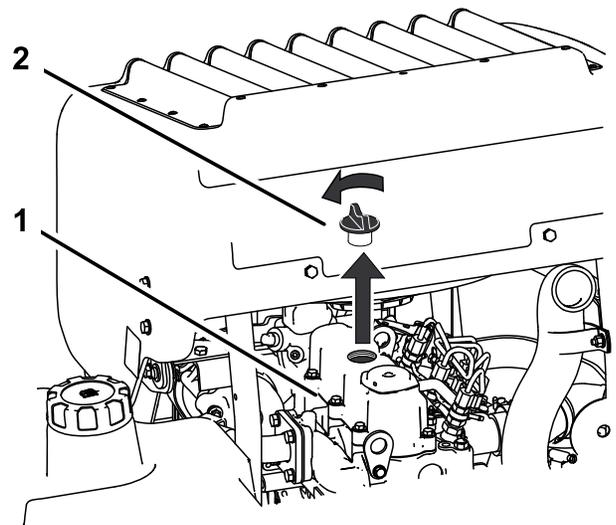

Figura 43
6. Togliete il tappo di riempimento dell'olio da sopra il motore (Figura 43), per agevolare la fuoriuscita dell'olio.
2. Togliete il tappo dell'olio e l'asta di livello (Figura 43).